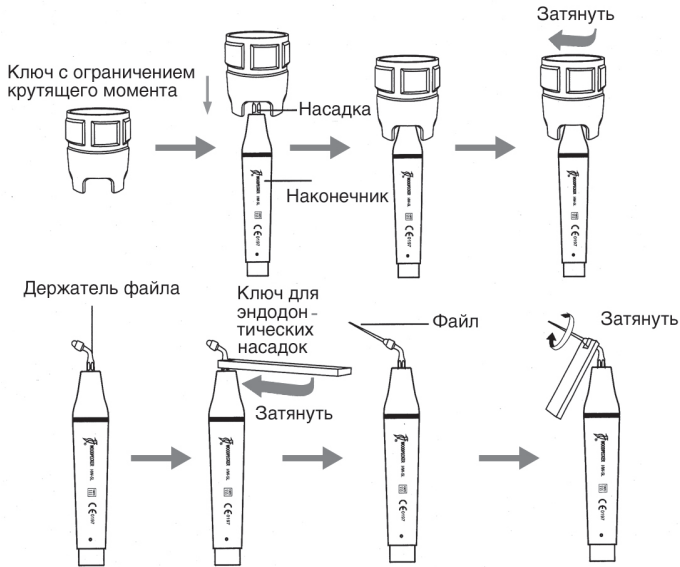

Рис. 6
- i) Выберите подходящий инструмент для удаления зубного камня, плотно затяните его в наконечнике при помощи ключа с ограничением крутящего момента (см. рис. 6).
2.1.3. Описание ключа для установки насадок (см. рис. 6)
- (1) Наденьте ключ на насадку, как показано на рис. 6.
- (2) Удерживая наконечник, вращайте насадку ключом в направлении, показанном на рис. 6 (по часовой стрелке). Сделайте еще оборот после остановки насадки для правильной установки.
- (3) Снятие инструмента: держа наконечник, вращайте ключ против часовой стрелки.
- (4) Стерилизуйте инструменты после каждого пациента.
- (5) После стерилизации ключ с ограничением крутящего момента должен охлаждаться естественным образом, чтобы не получить ожог при следующем использовании.
- (6) Держите ключ для установки насадок в чистом, прохладном, сухом и проветриваемом месте.
- Установите держатель файла в наконечник при помощи ключа для эндодонтических насадок (см. рис. 6).